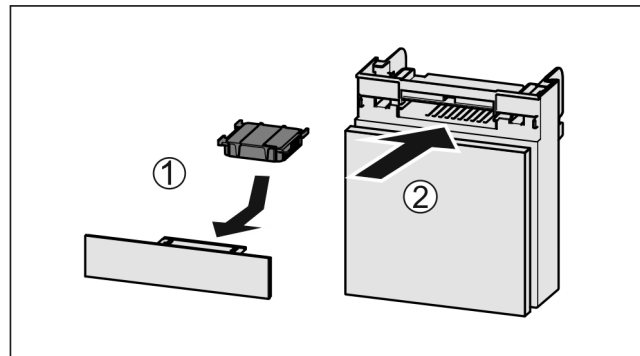

Fig. 182
- ▶ Aktivkohlefilter nach Abbildung einsetzen Fig. 182 (1).
- ▶ Fach einschieben Fig. 182 (2).